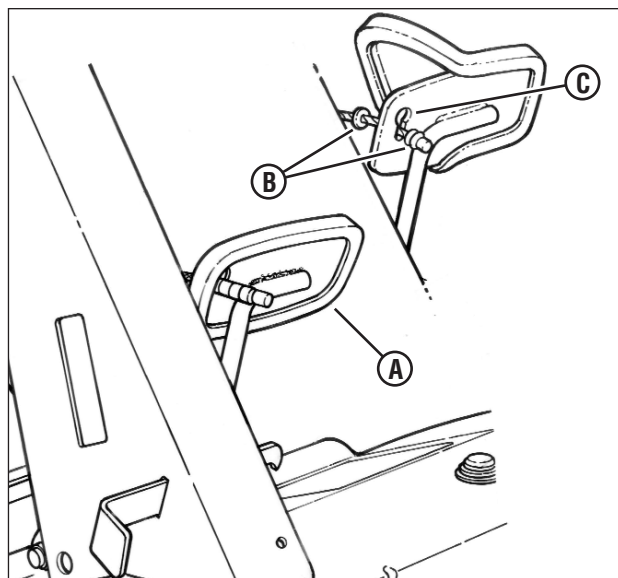

Figura 38: Ajuste do cabo da embreagem/freio
5. Quando ajuste da correia estiver completo, será necessário verificar a folga do cabo da Embreagem/Freio. Solte o freio de estacionamento e deixe o pedal (A, Figura 38) permanecer na posição Tração nas Rodas acionada (para cima). O cabo da embreagem/freio deve ter uma folga de aproximadamente 3/16". Se o cabo não tiver folga, o ajuste do cabo deve ser executado:
- Solte a borracha do pedal da embreagem/freio e empurre a ponteira (B) através do orifício (C) do pedal até atingir a folga do cabo.